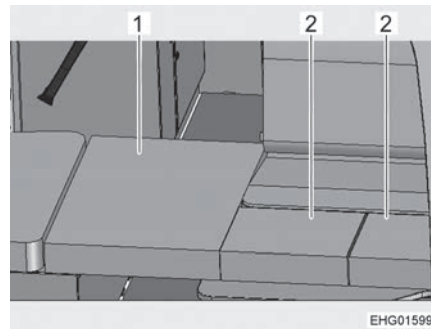

Fig. 146 Después de la transformación
- Colocar el cojín adicional grande (Fig. 146,1) sobre la plancha de soporte en el pasillo.
- Colocar los cojines pequeños adicionales (Fig. 146,2) sobre la mesa.